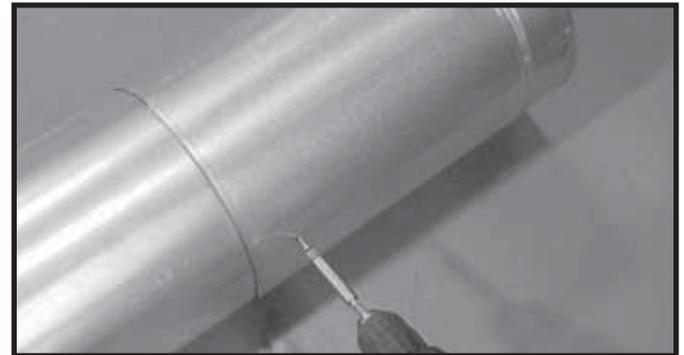

Abbildung 10.7 Schrauben am Gleitelement
- Verbinden Sie das Rohrsegment und das Gleitelement mit zwei Schrauben von maximal 1,3 cm Länge. Verwenden Sie hierzu die vorgebohrten Löcher im Gleitelement. Siehe Abbildung 10.7.